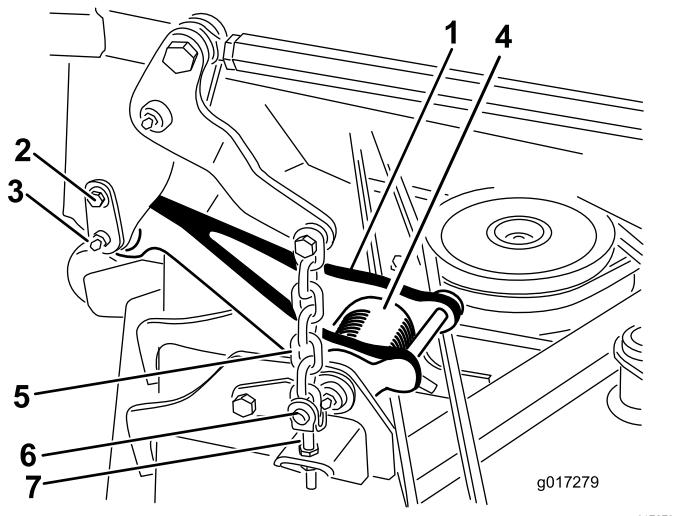

图2
注意 当剪草机处于升起位置时拉杆扭转弹簧张紧力图2会减小使拉杆更易于从机器上断开。
2. 从机器两侧断开拉杆 图2。
- A. 卸下将固定销固定到承载架的轴肩螺丝 图2。
- B. 小心将固定销从承载架滑动到拉杆 图2。
6. 卸下将提升链固定至剪草机调节挂钩的4个环形销和柱销图2。
2. 用4个柱销和环形销将剪草机提升链固定至剪草机调节挂钩图2。
5. 将拉杆与承载架对齐并用固定销连接拉杆图2。用轴肩螺丝将固定销固定到机架图2。